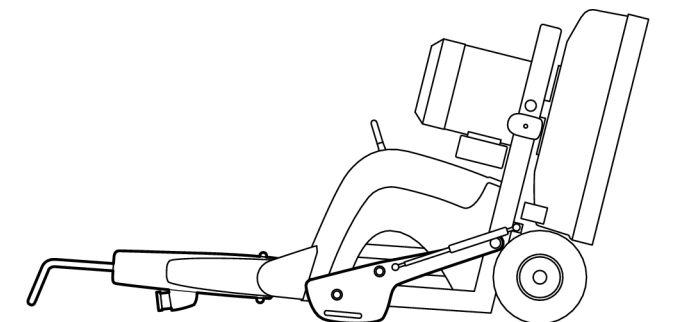

Bild 4-11. Maskin mot golvet
4. Tippa maskinen ytterligare bakåt tills hela maskinen når golvet, se Bild 4-11, sidan 22.